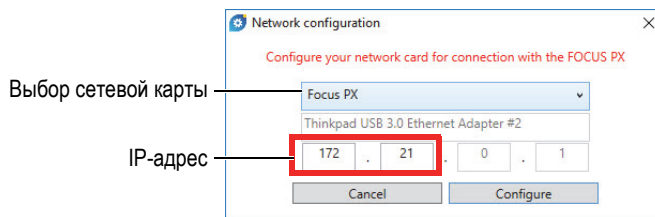

Рис. 5-3 Выбор сетевой карты для конфигурирования
4. В диалоговом окне **Network configuration** (Конфигурация сети) выберите сетевую карту, используемую для коммуникации FOCUS PX (см. Рис. 5-3 на стр. 23).